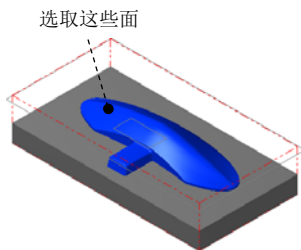

图 9.25 选取干涉面
(3) 单击 **检测** 区域中的 **鼠标** 按钮，选取图 9.25 所示的面为干涉面（共 30 个面），然